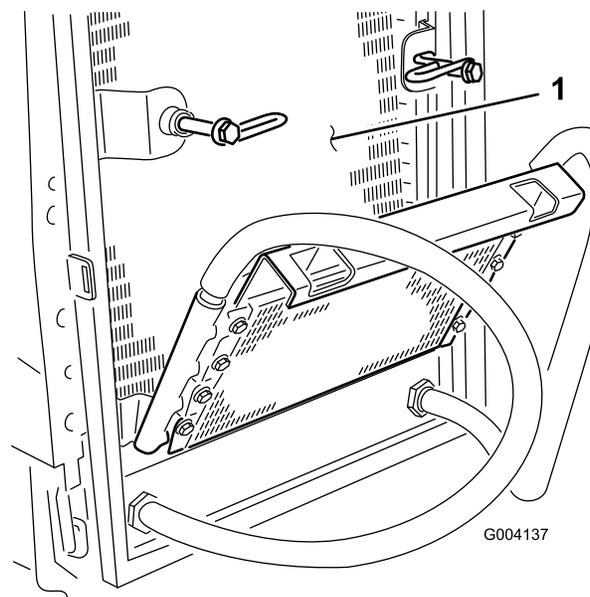

Figura 73
6. Limpe os dois lados do dispositivo de arrefecimento de óleo e o radiador (Figura 73) com ar comprimido.